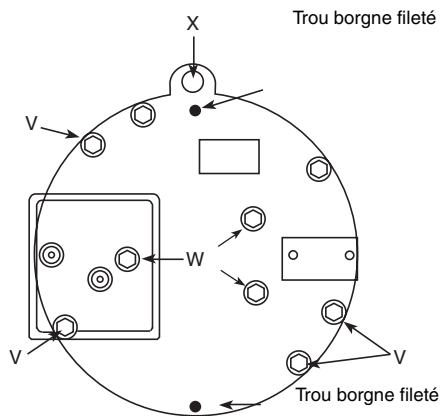

Figure 4 : Arrière du boîtier de l'aimant
3. Retirer les six vis à tête hexagonale (V) du bord extérieur du couvercle du boîtier de l'aimant.
4. Visser deux vis à tête hexagonale (V) dans les trous borgnes filetés du couvercle du boîtier de l'aimant. Cela permet de détacher le couvercle du boîtier de l'aimant et de retirer l'assemblage de bobine et de noyau de ce même boîtier. Voir la figure 4 .
5. Un trou de levage (X), situé sur le couvercle du boîtier de l'aimant, aide à retirer l'assemblage de la bobine. Glisser l'assemblage de bobine et de noyau vers l'extérieur du boîtier de l'aimant.